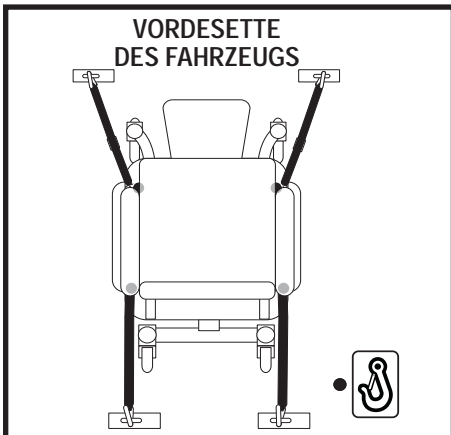

Abb. 1. Sichern des Elektrorollstuhls
- Positionieren Sie die Befestigungspunkte für die hinteren Sicherungsgurte direkt hinter den hinteren Sicherungspunkten des Rollstuhls. Die vorderen Sicherungsgurte müssen an Ankerpunkten am Boden befestigt werden, deren Abstand die Breite des Rollstuhls übertrifft. Dadurch wird eine höhere Seitenstabilität erreicht. **Siehe Abbildung 1.**